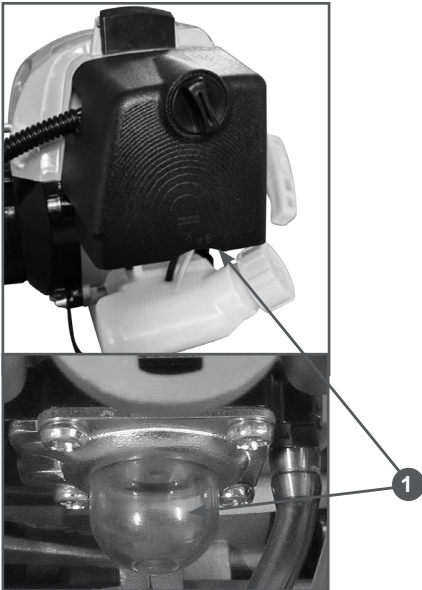

Рис. 9 Расположение ручного топливного насоса
3. Прокачайте топливо через карбюратор. Для этого нажимайте (примерно 5-10 раз) на ручной топливный насос до появления в насосе топлива и возникновения сопротивления при нажатии. Насос находится в нижней части карбюратора под корпусом воздушного фильтра (Рис. 9).